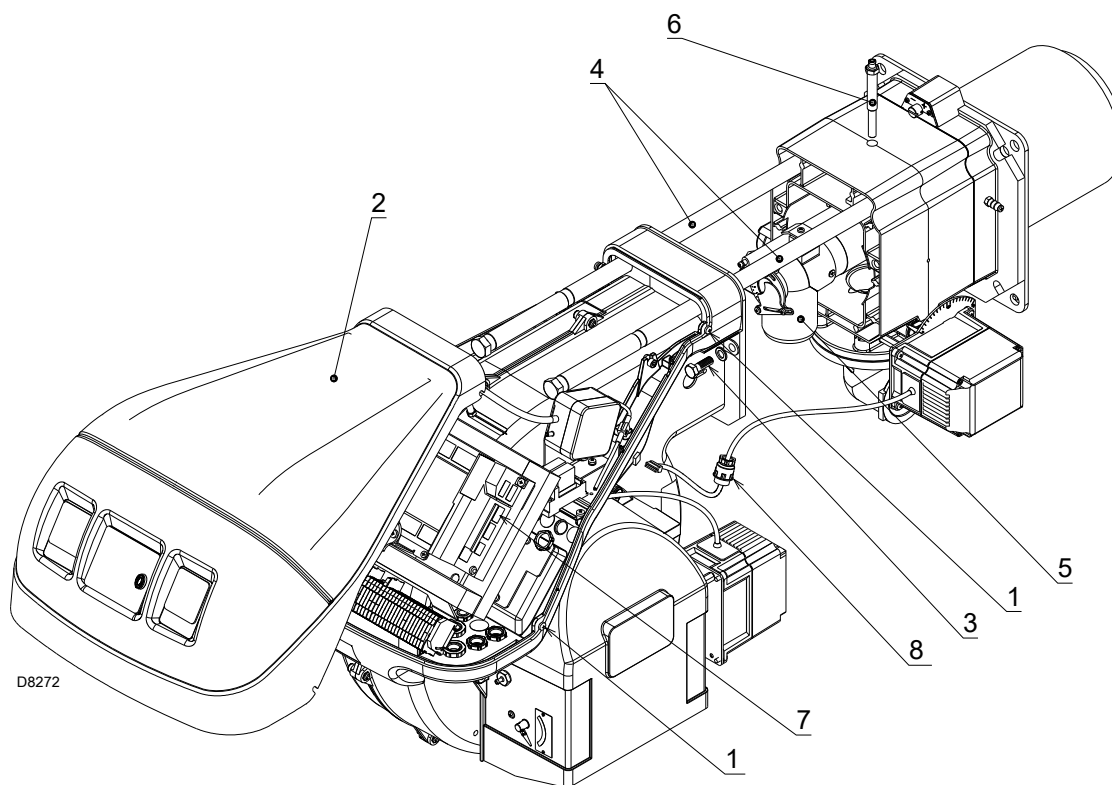

图 37
- 松开 4 个螺母 1)(图 37)，取下保护罩 2)。
- 连接伺服马达插头 7)(图 37)，拧紧电缆锁扣 8)。